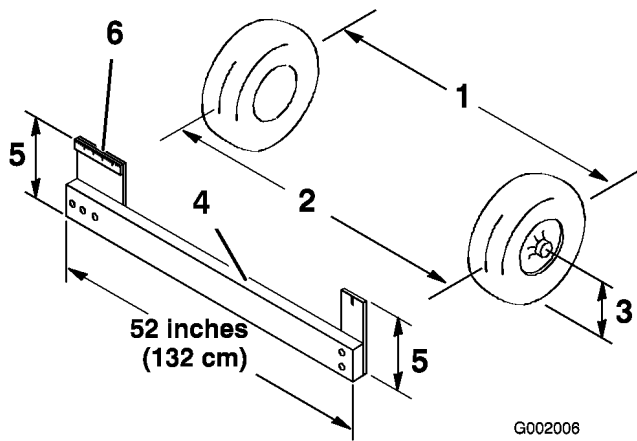

Figure 59
4. Mesurez la distance entre les roues avant à hauteur d'essieu, à l'avant et à l'arrière des roues (Figure 59). Un gabarit ou un compas à verges est nécessaire pour mesurer l'arrière des roues avant à hauteur d'essieu. Utilisez le même gabarit ou outil pour mesurer précisément l'avant des roues avant à hauteur d'essieu (Figure 59).